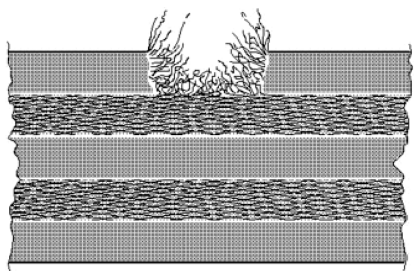
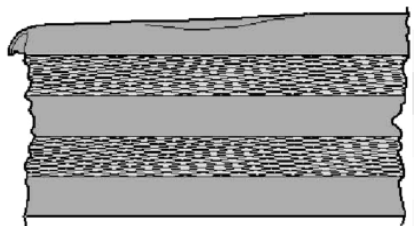

图 12-6 带身有切口、扯破或擦伤
图 12-9 带边一面变形或安全带边缘呈波浪状
3) 如果在事故车辆上发现存在图 12-6 ~ 图 12-9 所示的损坏情况,必须更换受损的安全带或连同安全带锁和安全带高度调节装置成套更换安全带。